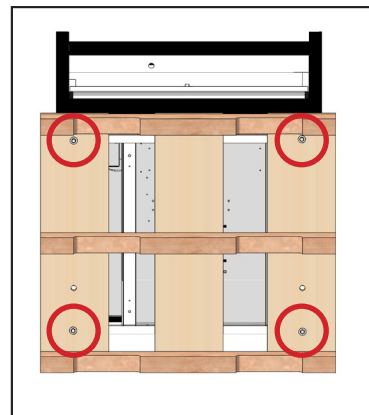

Abb. 2. Entfernen Sie alle Transportsicherungen.
2. Entfernen Sie mit einem einstellbaren Schraubenschlüssel alle Transportsicherungen, mit denen die Holzpalette am Schrankboden festgeschraubt ist. Siehe Abb. 2